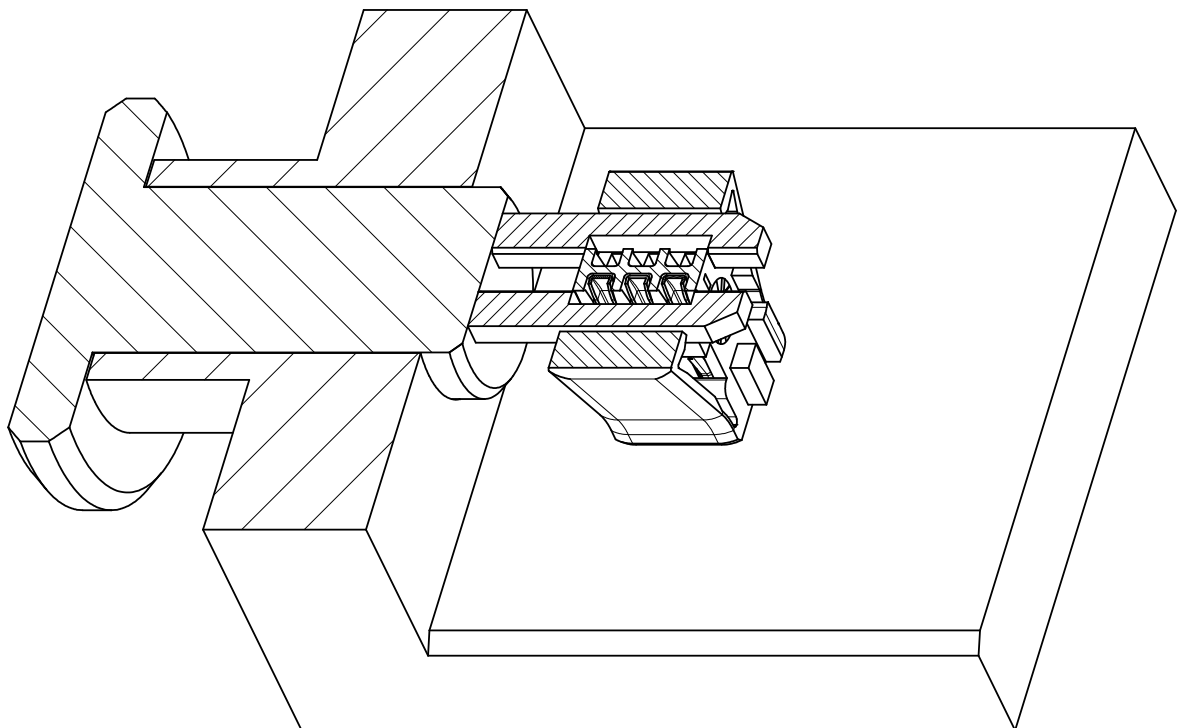

Fig.3c
4. OPENING OF THE FIXTURE – OPENING ONLY POSSIBLE WHEN CONTACT FULLY LOADED (Fig.3c)
- d. Vorrichtung öffnen – Öffnung nur bei endverrastetem Kontakt möglich (Fig.3c)